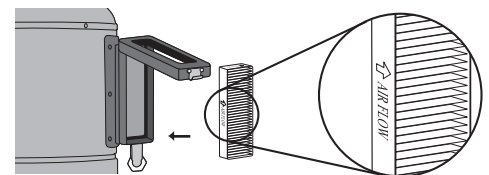

figure 13
3. Insert the new filter. When doing so, ensure that the arrow printed on the filter itself points outwards (**figure 13**).
Insérer le nouveau filtre. S'assurer que la flèche imprimée sur le filtre pointe vers l'extérieur (**figure 13**).